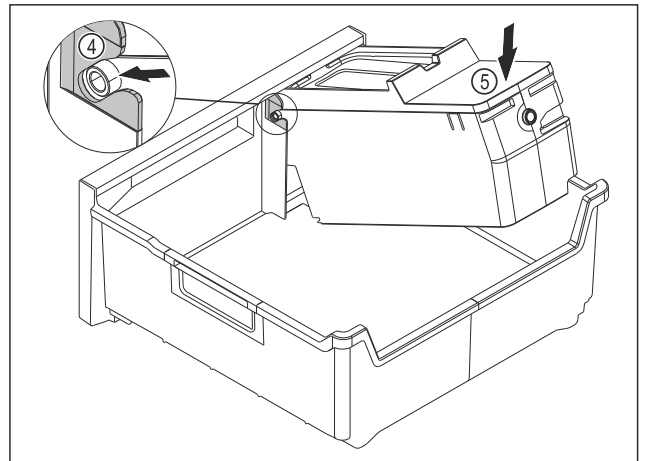

Fig. 95
- ▶ Смонтируйте корпус EasyTwist-Ice: Вставьте оси корпуса EasyTwist-Ice в направляющие Fig. 95 (4).
- ▶ Вдавите корпус EasyTwist-Ice Fig. 95 (5) вниз.